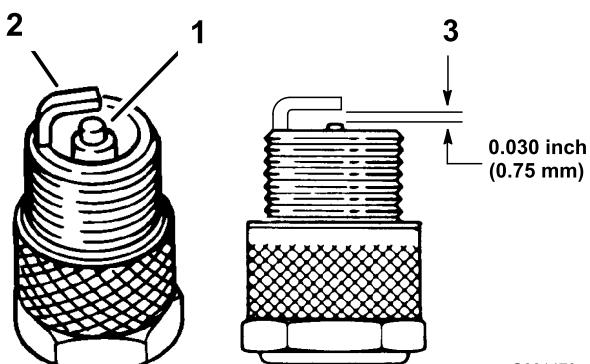

Рисунок 31
- Проверьте состояние бокового электрода, выровняйте по центру электрод и выровняйте по центру изолятора электрода, чтобы гарантировать отсутствие повреждений (Рисунок 31).
- Воздушный зазор между центральным и боковым электродами должен быть выставлен равным 0,762 мм (Рисунок 31).